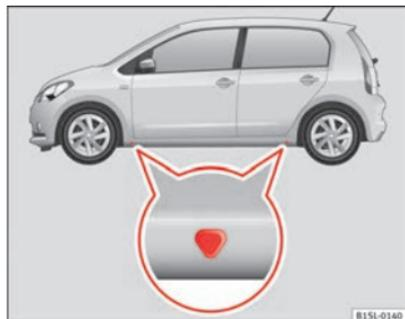

Fig. 145 Puntos de apoyo del gato.
El gato sólo se debe colocar en los alojamientos indicados (marcas en la carrocería) → fig. 145. Utilice en cada caso el punto de apoyo respectivo de la rueda a cambiar ⇒ .
5. Busque debajo del vehículo el punto de apoyo para el gato ⇒ fig. 145 que se encuentre más próximo a la rueda que vaya a cambiar.